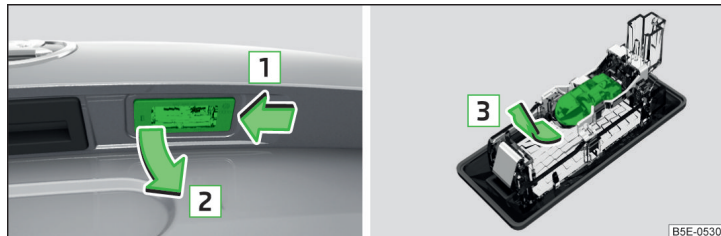

Fig. 249 Desmontar la luz de la matrícula / cambiar la bombilla
- Empuje la lámpara en la dirección de la flecha [1] » fig. 249.